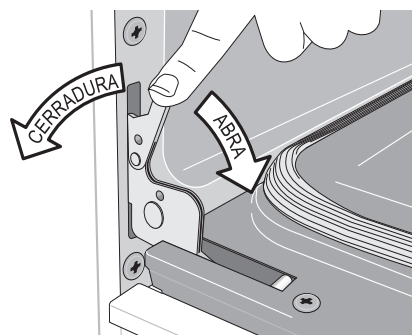

Figura 56: Seguros de las bisagras de la puerta
2. Tire de los seguros de ambas bisagras (izquierda y derecha) hacia abajo desde el marco del horno completamente hacia la puerta del horno (vea la Figura 56). Es posible que necesite una herramienta como un destornillador pequeño de cabeza plana.
4. Empuje los seguros de las bisagras izquierda y derecha hacia arriba y hacia el interior del marco del horno a su posición bloqueada (Figura 56).